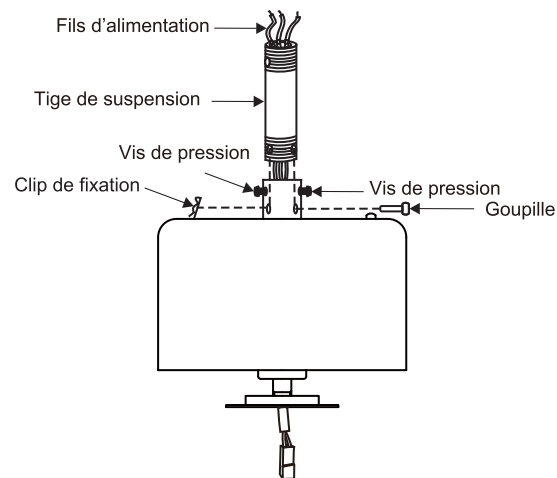

Fig. 8
Étape 6. Desserrez les deux vis de pression et enlevez la goupille ainsi que le clip de retenue du couplage sur le dessus du moteur (**Fig. 8**).
Remplacez ensuite la goupille et le clip de retenue. Serrez les deux vis de pression (**Fig. 8**)